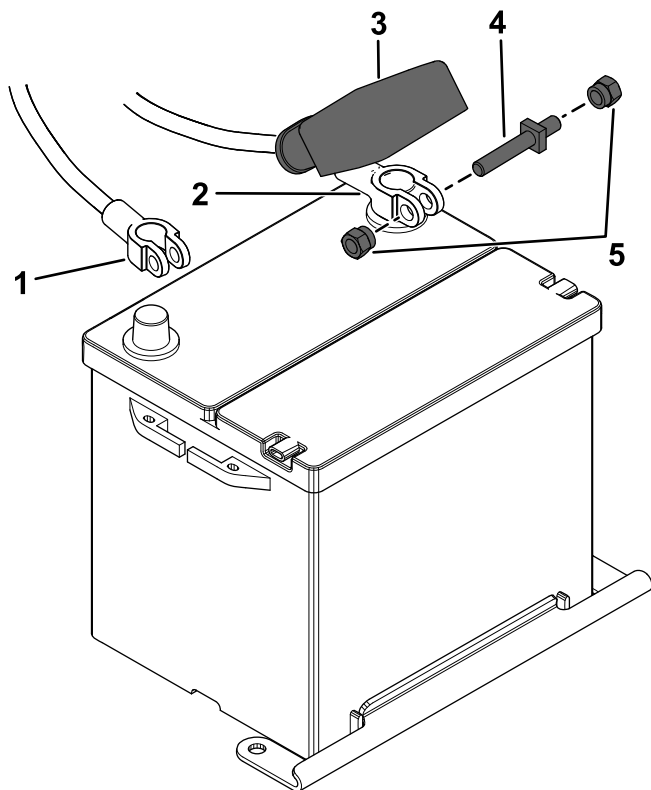

Bild 107
1. Klemmen Sie die Batteriekabel ab (Bild 107).
2. Schließen Sie die Batteriekabel an (Bild 107).